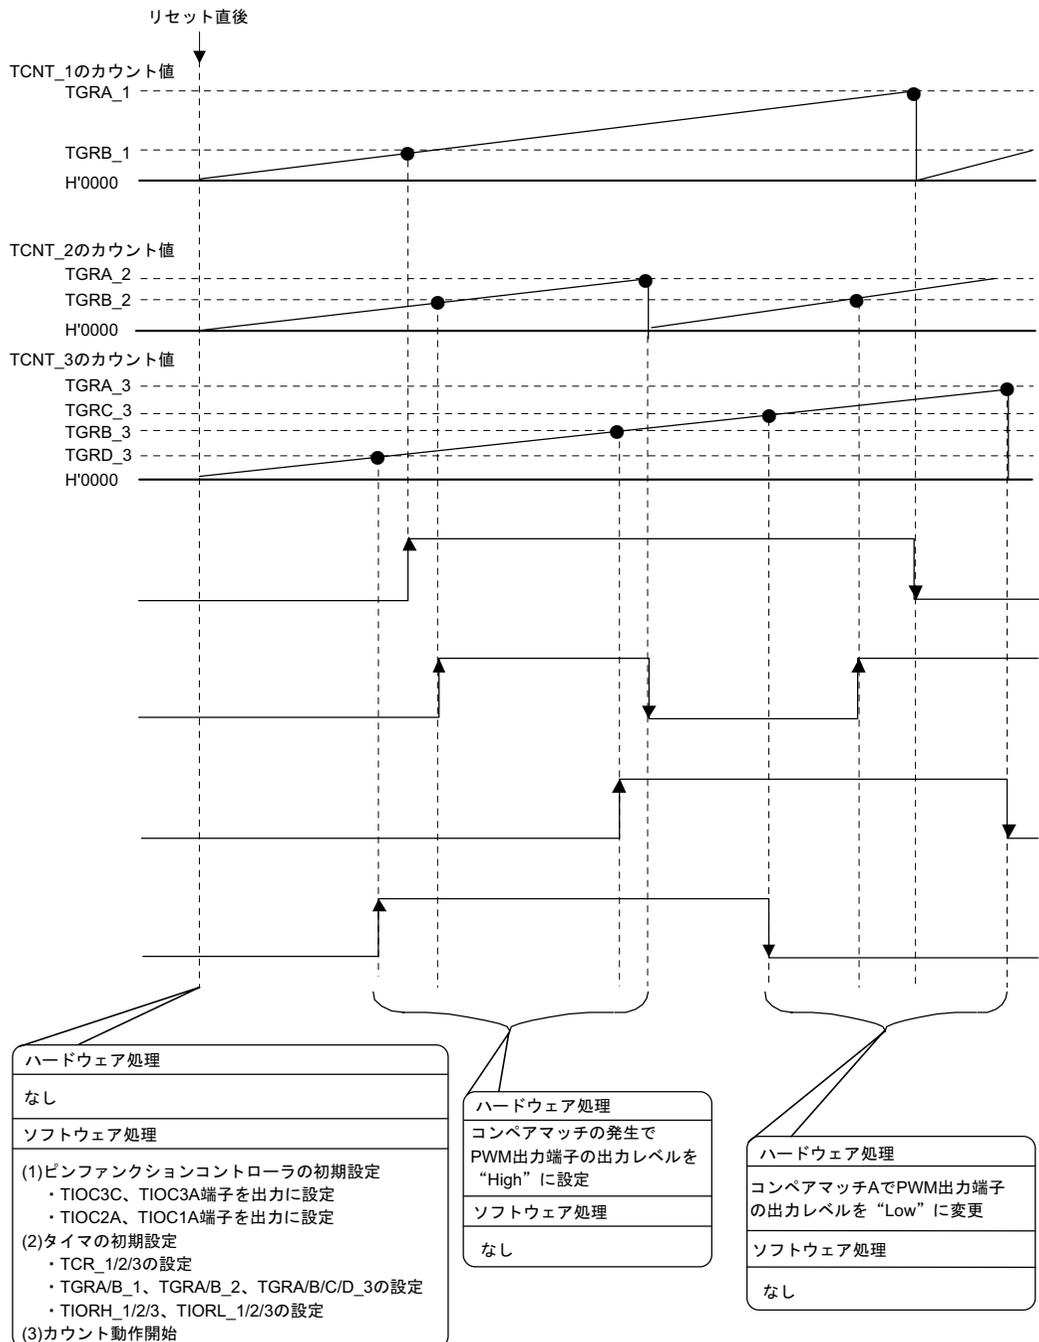

図 2.9 PWM 波形の動作原理
- (1) 図2.9に動作原理を示します。図に示すようにSH7046のハードウェア処理およびソフトウェア処理により、ch1～ch3の各PWM出力端子 (TIOC1A、TIOC2A、TIOC3A/C) から4相のPWM出力を行います。